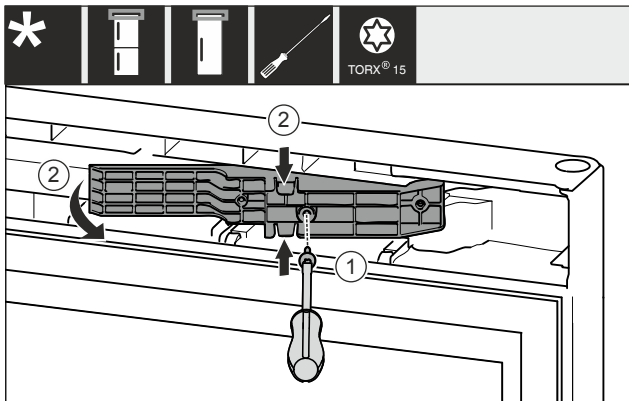

Fig. 12 *
- ▶ 用 T15 螺丝刀将螺钉松开。 Fig. 12 (1)*
- ▶ 拉出适配件。 Fig. 12 (2)*